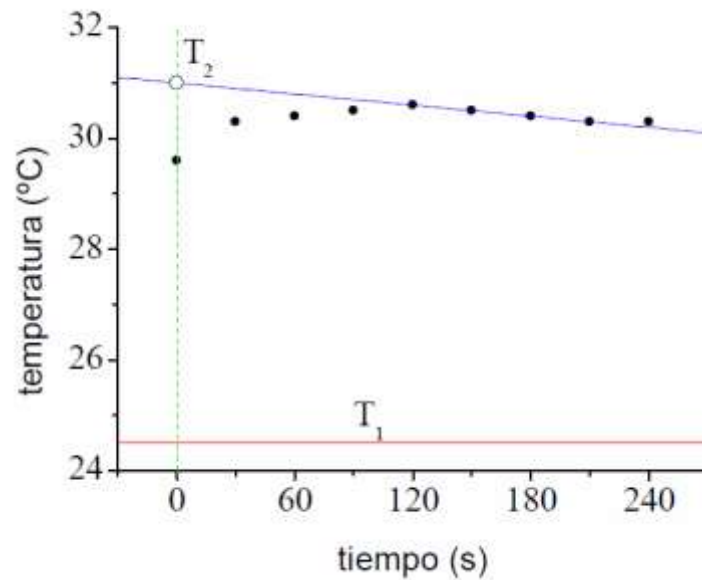

Figura 3. Ejemplo de diagrama temperatura-tiempo.
3. Realice una gráfica como la del ejemplo de la figura 3 para cada cilindro.
4. Determine el calor específico de cada cilindro a partir de la expresión (5).